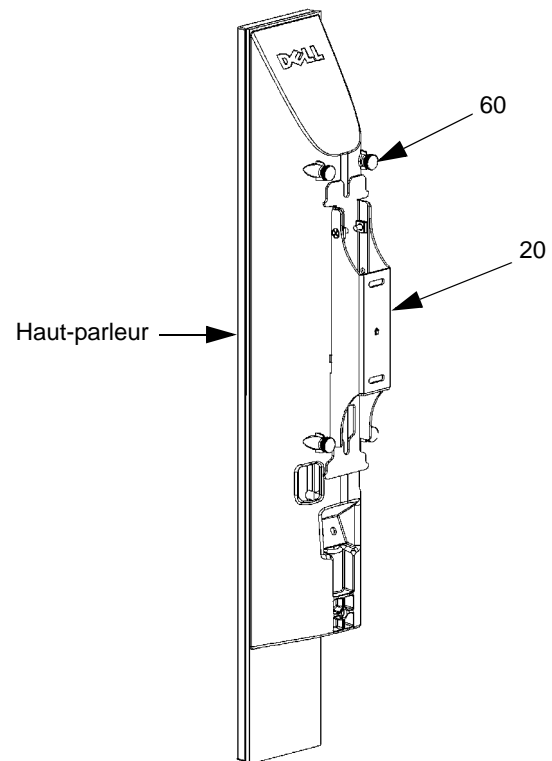

Figure 15. Desserrez les quatre vis à tête moletée
1. En maintenant le haut-parleur d'une main, desserrez les quatre vis à tête moletée (60) qui fixent le haut-parleur au support mural (20). Voir la Figure 15.